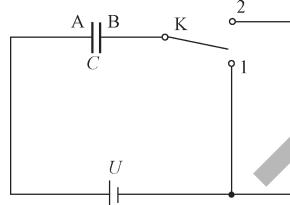

图 3-14 题 5
5. 图 3-14 为电容器 C 与电压 U 的电源连接成的电路。当开关 K 与 1 接通，电容器 A 板带_____电，B 板带_____电，这一过程称为电容器的_____；当 K 与 2 接通，流过电容的电流方向为_____（顺时针、逆时针），这一过程称为电容的_____过程。